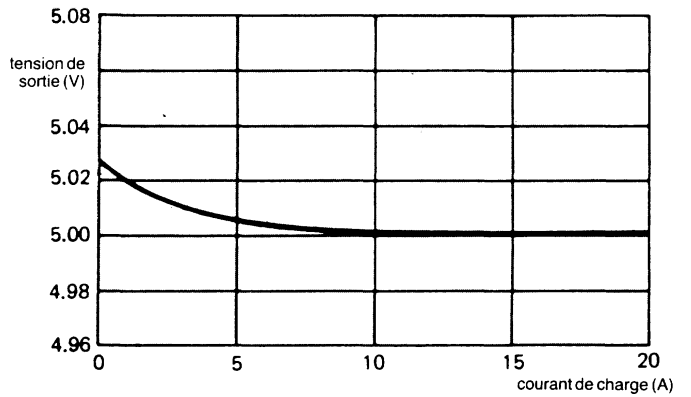

Fig. 3 : Tension de sortie en fonction du courant de charge (tension d'entrée : 60 V).
- La variation de tension de sortie obtenue à vide ou à pleine charge (100 W) est de 0,5 % environ (cf. figure 3).